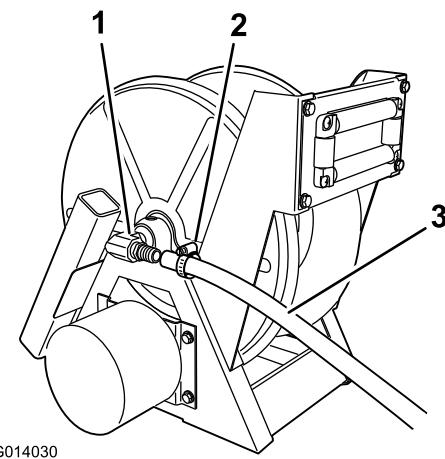

図 11
- ホースの端部を、ホース・リール・アセンブリのタンク側にある90度バーブに接続する（図 11）。